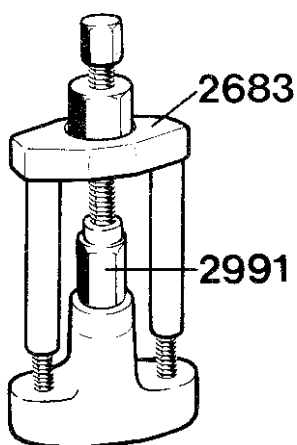

Fig. 127. Verktyg för demontering av insprutare, TD120C
2. Demontera insprutare, se fig. 127.